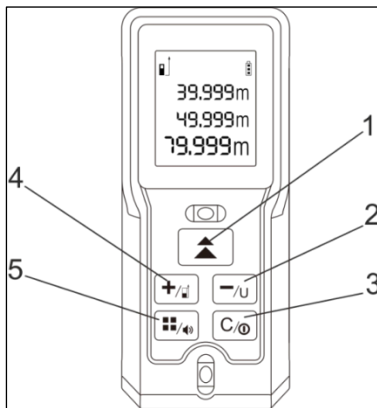

Рис. 1 Дальномер
По умолчанию измерения ведутся от задней кромки устройства. Для изменения точки начала измерений нажимайте кнопку №4 (Рис. 1).
Для удаления с экрана отображаемого измерения нажмите кнопку №3 (Рис. 1).
По умолчанию измерения ведутся в метрах. Вы можете изменить единицы измерения путем длительного нажатия на кнопку №2 (Рис. 1).
3. Включите устройство, нажав на кнопку №1 (Рис. 1).
При включенном устройстве нажмите кнопку №1 (Рис.1) для проведения измерения расстояния до точки. Измеренное расстояние отобразится на дисплее.
Нажмите и удерживайте кнопку №1 (Рис. 1), для включения режима непрерывного измерения. Повторно нажмите эту кнопку, чтобы выключить режим непрерывного измерения. На дисплее в режиме непрерывного измерения отображаются также максимальное и минимальное значение.
Нажмите кнопку №5 (Рис.1) для изменения режима вычисления. Выберите нужный режим исходя из пиктограммы на дисплее.
1) Результаты измерений сохраняются автоматически. Для просмотра сохраненных измерений нажмите и удерживайте кнопку №5 (Рис. 1) до появления соответствующей пиктограммы на дисплее.